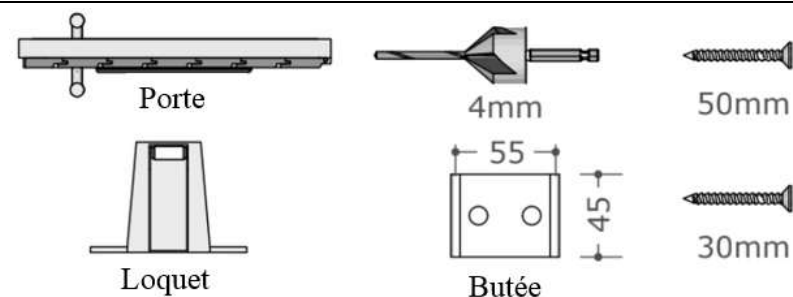

Fig. 9a-Installation de la porte
- Retirez la vis et la latte de calage et placez la porte sur la base. Aligner le lambris extérieur de la porte avec le lambris extérieur de la cabine (Fig.9a).